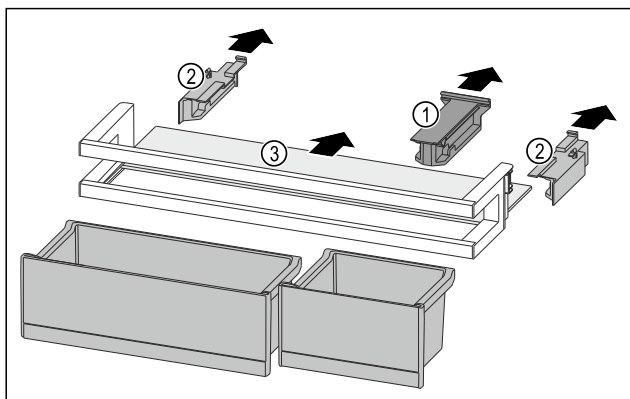

Fig. 264
- Držák Fig. 264 (1) stáhněte.
- Boční díly Fig. 264 (2) stáhněte.
- Odkládací plochu Fig. 264 (3) odeberte.